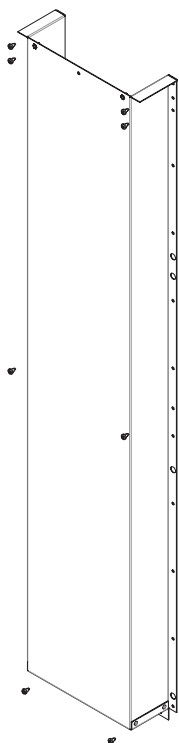

Figura 74. Tornillos del tubo vertical y placa inferior
b) Introducir los tornillos en el tubo vertical (6 tornillos Torx M6x20) y en la placa inferior (5 tornillos Torx M6x12) y ajustarlos como se ve en la figura 74.